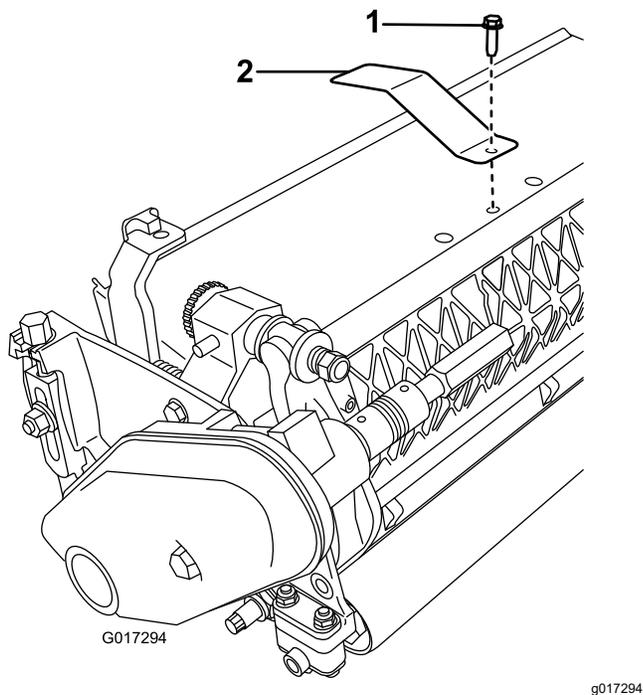

図 3
2. 中央のガラスシールドボルトを外す 図 3。
3. 取り外したボルトを使って、ターゲットプレートをCuttingユニット上部に取り付ける 図 3。